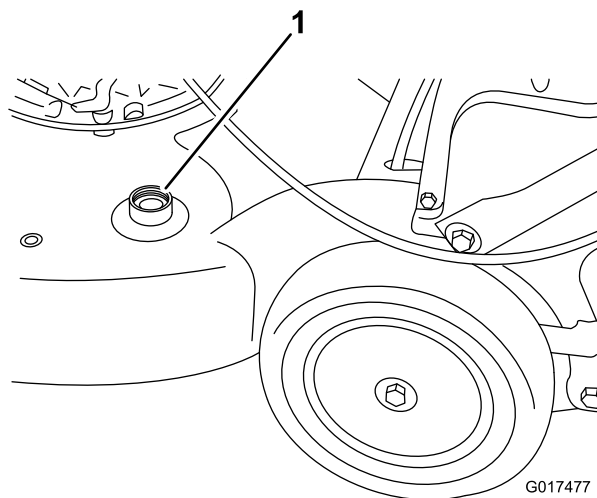

Figura 30
3. Introduzca una manguera de jardín conectada a un grifo en el orificio de lavado de la carcasa del cortacésped (Figura 30).